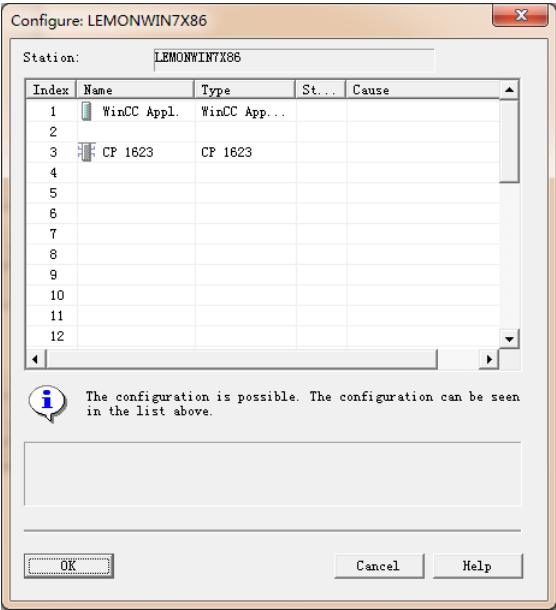

图 16
(H) 选择 OK，下载 OS 站组态信息，如图 16 所示。